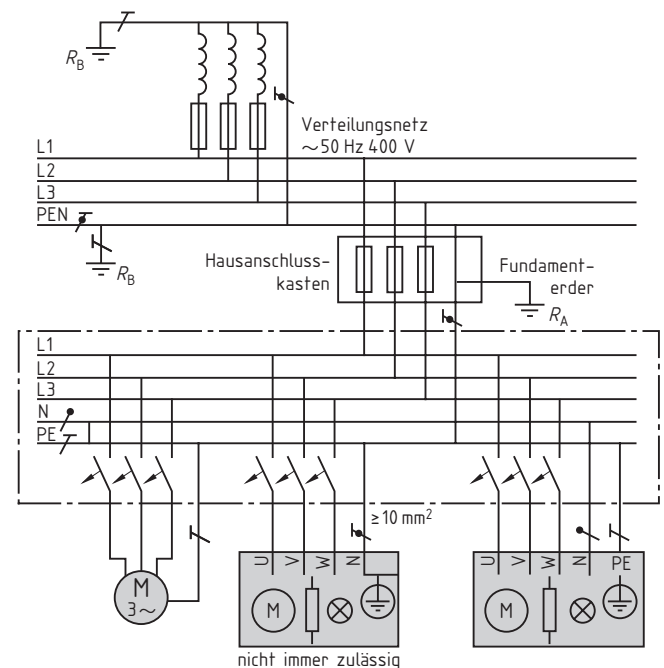

Bild 2: Schutz durch Abschaltung mittels Überstrom-Schutzeinrichtungen im TN-System
- Schutz durch Abschaltung mittels Überstrom-Schutzeinrichtungen (**Bild 2**),